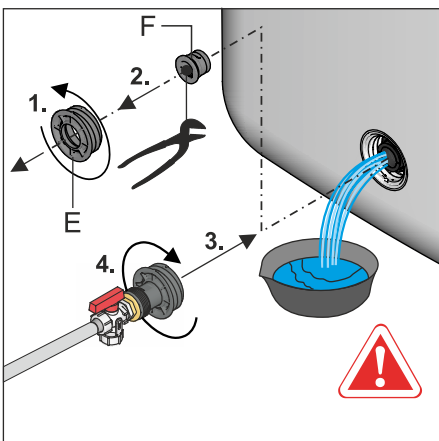

Fig. 9-4 Enroscar a ligação de enchimento KFE na ligação de enchimento e de esvaziamento
- Desenroscar o elemento roscado (Fig. 9-4, pos. E) na ligação de enchimento e de esvaziamento, bem como remover o tampão (Fig. 9-4, pos. F) e voltar a enroscar imediatamente a rosca pré-montada com a **ligação de enchimento KFE** na ligação de enchimento e de esvaziamento (Fig. 9-4).